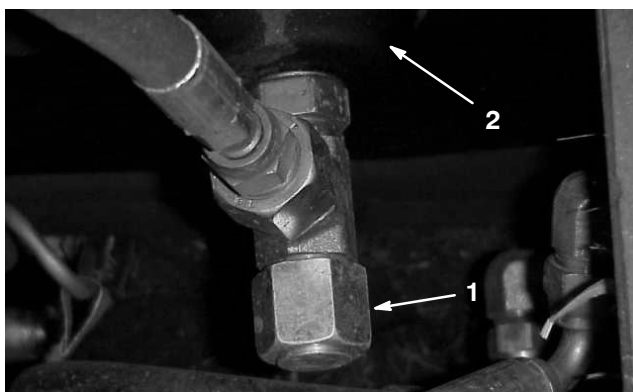

Bild 49
2. Die Ablassschrauben befinden sich hinten rechts hinter dem Vorderrad, hinten in der Mitte und vorne in der Mitte des Behälters (Bild 49).
1. Stellen Sie eine Auffangwanne unter den Behälter. Nehmen Sie alle drei Ablassschrauben nacheinander ab und lassen Sie das Öl in die Auffangwanne ablaufen (Bild 49).